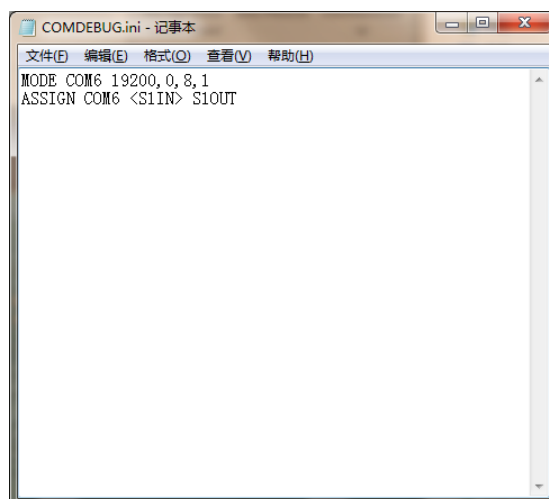

图 4-10 编写配置文件
- (1) 在 KEIL 程序工程任意目录下，新建 1 个记事本，命名：COMDEBUG.txt，然后如图 4-10 所示在文本中编写以下两句命令：